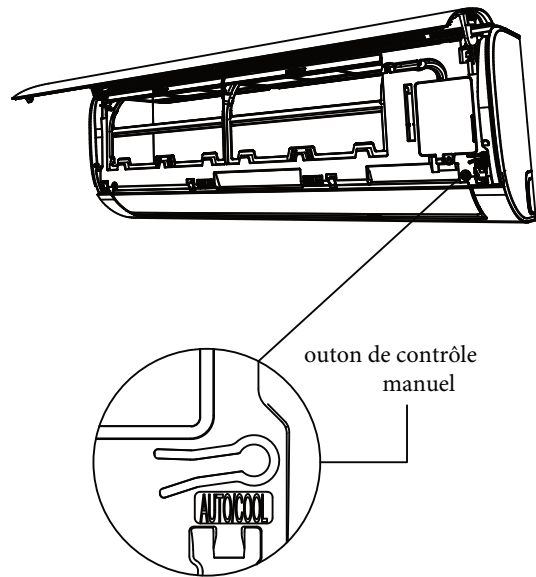

Fig. 8.1
- . Le bouton COMMANDE MANUELLE est situé sur le côté droit de l'appareil. Appuyez trois fois dessus pour sélectionner la fonction FROID. **Voir Fig.8.1.**